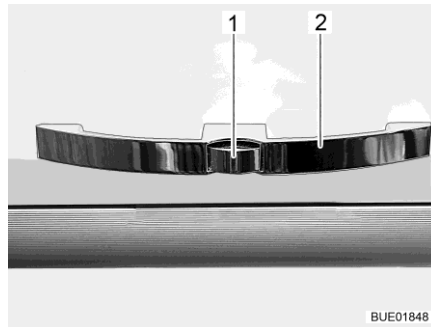

Bild 49 Skåplucka med handtag
- Tryck på låsknappen (Bild 49,1) på handtaget (Bild 49,2) och håll den nedtryckt.